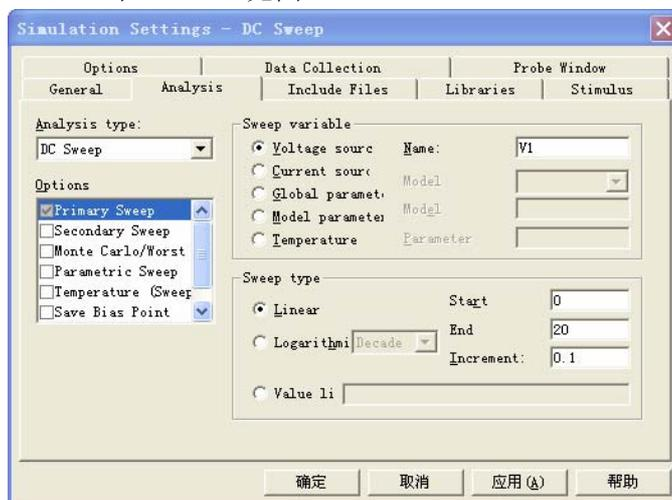

图 7：设置 DC Sweep 仿真
2. 为了分析 DC Sweep；输入将被扫描的电压源的名字：V1，分别指定开始值、结束值和步距：0，20 和 0.1V，（见图 7）。